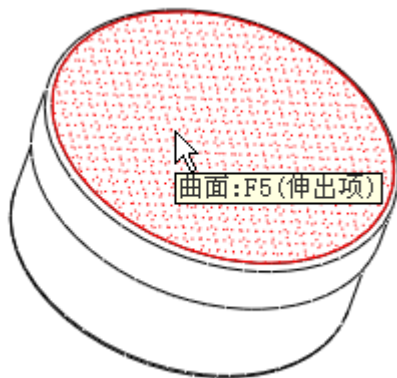

图 59-6
(1) 在选择过滤器栏中选择“几何”，用光标拾取模型大端面，如图 59-6 所示。